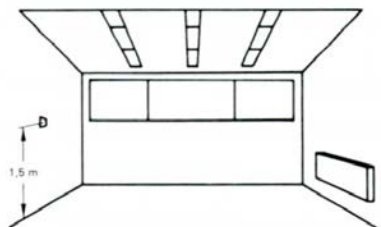

Fig. 7.
■ sonde d'ambiance (fig. 7) : la fixer à 1,5 m du sol à l'abri des courants d'air et des sources de chaleur (rayons solaires, radiateurs, machines, etc.).